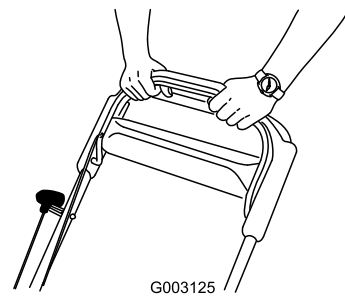

Figura 18
3. Sujete la barra de control de la cuchilla contra el manillar (Figura 18).